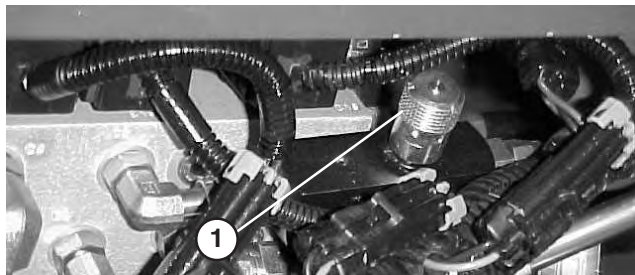

Bild 61
1. Suchen Sie das Ventil hinter der Zugangsplatte über der Bedienerplattform (Bild 61).